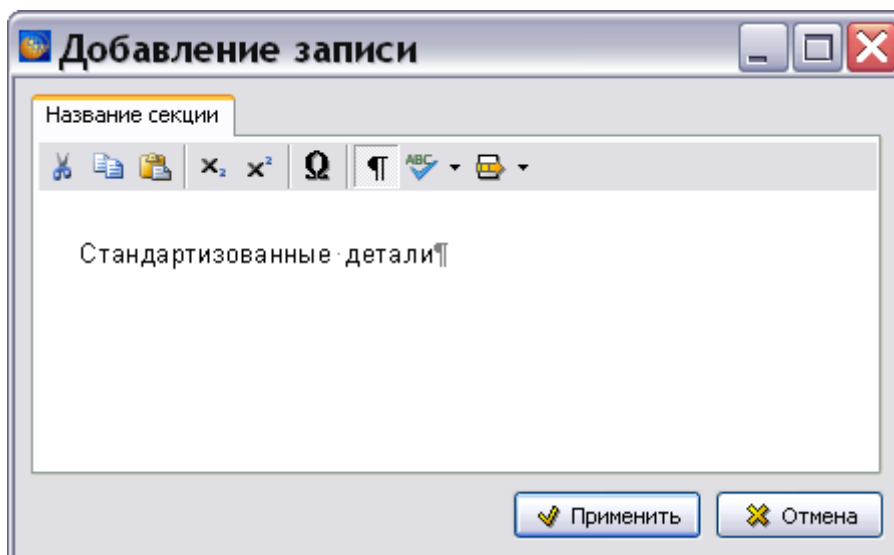

Рис. 10.3
2. В окне **Добавление записи** введите название раздела (Рис. 10.3). Возможно автоформатирование текста, вставка символов, копирование в буфер обмена и вставка из него.